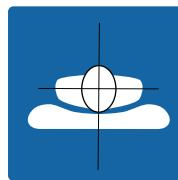

Fig. 8-2: Placér patienten i midten
- Placér patienten midt på madrassen (Fig. 8-2 på side 8-13).